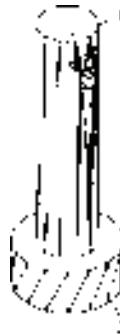

图 10-92 差集处理
消隐后结果如图 10-92 所示。
⑤ 单击“修改”工具栏中的“倒角”按钮 $\square$ ，对图 10-92 所示的 1, 2 两条边线进行倒角处理，命令行提示与操作如下。
选择第一条直线或 [放弃(U)/多段线(P)/距离(D)/角度(A)/修剪(T)/方式(E)/多个(M)]: (选择图 10-92 所示的边线 1)
选择边或 [环(L)]: (选择图 10-92 所示的边线 1)
选择第一条直线或 [放弃(U)/多段线(P)/距离(D)/角度(A)/修剪(T)/方式(E)/多个(M)]: (选择图 10-92 所示的边线 2)
选择边或 [环(L)]: (选择图 10-92 所示的边线 2)